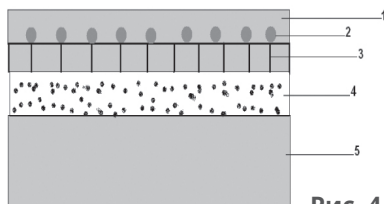

Рис. 4
- Кабель закрепите при помощи монтажной ленты или ремешками закрепите к арматурной сетке (**Рис. 4**).